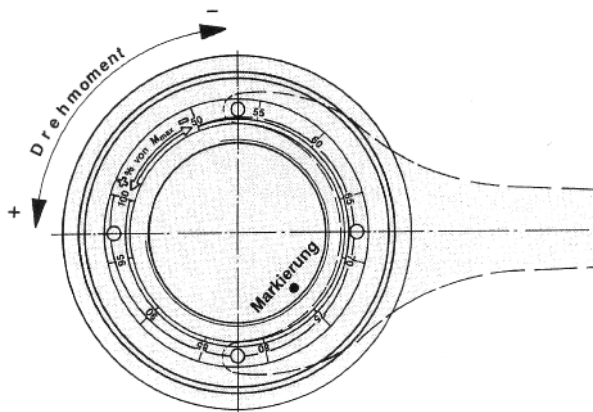
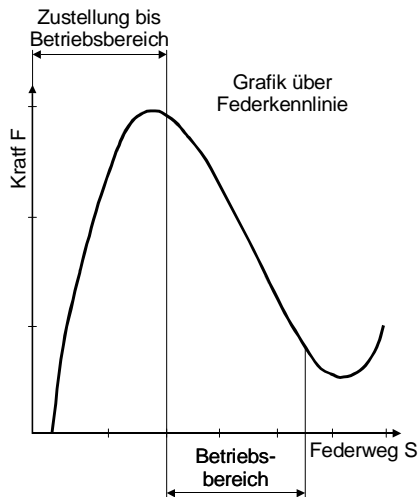

Bild 13
Bild 14
Die Einstellung erfolgt durch Verdrehen der Nachstellmutter (5). Die eingebauten Tellerfedern (11) werden im negativen Bereich der Kennlinie (siehe Bild 14) betrieben, d. h. ein Anziehen der Nachstellmutter (5) bewirkt ein Absinken der Federkraft, bzw. ein Lösen der Nachstellmutter (5) ein Ansteigen der Federkraft (Blickrichtung auf die Nachstellmutter wie in Bild 13).